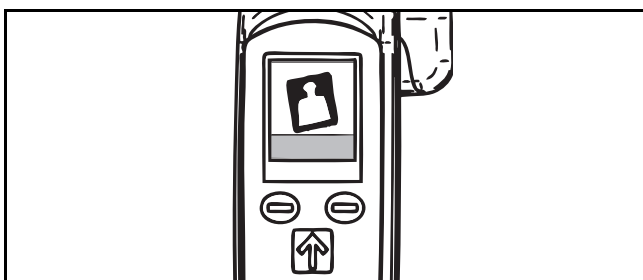

Рис. 60
**ПРИМЕЧАНИЕ. ТОЛЬКО ДЛЯ ВЕСОВ ДЛЯ СТРАН ЕС.** Если на дисплее отображается увеличенный значок «НАКЛОН», сменяющийся значком весов, переведите подъемник MAXI MOVE в горизонтальное положение так, чтобы весы могли функционировать нормально (см. Рис. 60).